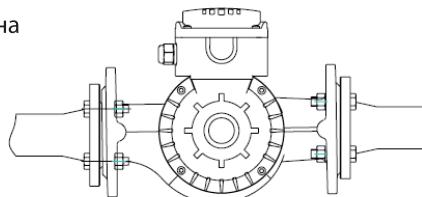

рис.2
B. Температура окружающей среды должна быть ниже температуры жидкости (рис.2)